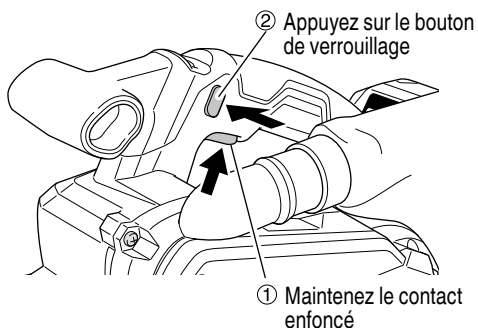

Fig. 15
5. Mise en MARCHÉ et ARRÊT de la sableuse (Fig. 15)
L'interrupteur d'alimentation est allumé lorsque la gâchette est tirée, et si le bouton de verrouillage est enfoncé une fois, l'interrupteur d'alimentation se verrouille, permettant un fonctionnement continu. Le bouton de verrouillage peut être libéré en tirant sur le contact (Fig. 15).